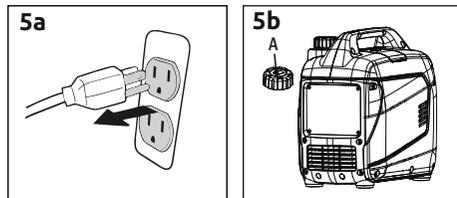

Рисунок 5
1. Выключите все нагрузки из розеток генератора перед запуском установки (рис.5а).